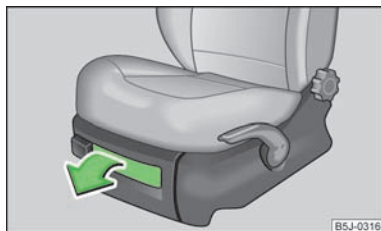

Fig. 64
- Para abrir la tapa tirar del asa » fig. 64.